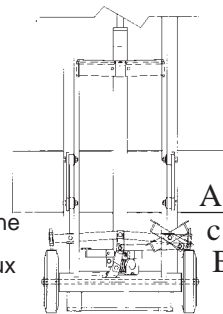

Figure 1
***REMARQUE :** Du ruban adhésif a été placé sur le reniflard du vérin hydraulique pour empêcher toute fuite en cours de transport. Ce ruban doit être enlevé avant la mise en service. Voir le schéma de la page 4 pour l'emplacement du reniflard. Pour vous servir du dispositif deblocage des roues du Peda-Lift (Figure 1), faites passer la manette de la position A à la position B. Les patins (C) appuient sur la bande de roulement des roues, ce qui empêche celles-ci de tourner. Lorsque les roues s'usent,